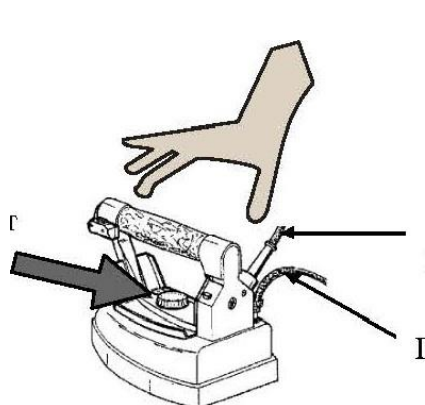

Рис. 2
3. Переставить выключатель бойлера и выключатель утюга в положение ВО, поставить термостат утюга (рис. 2) в положение «хлопок».
4. При сухой глажке термостат (рис. 2) можно регулировать в различных положениях в зависимости от типа ткани для глажки (см. указания производителей на одежде). для глажки с паром переключить термостат на положение «хлопок» или «лен».
6. из утюга вытекает вода или он перегрелся (рис. 2);
7. утюг моется или чистится водой (рис. 2);